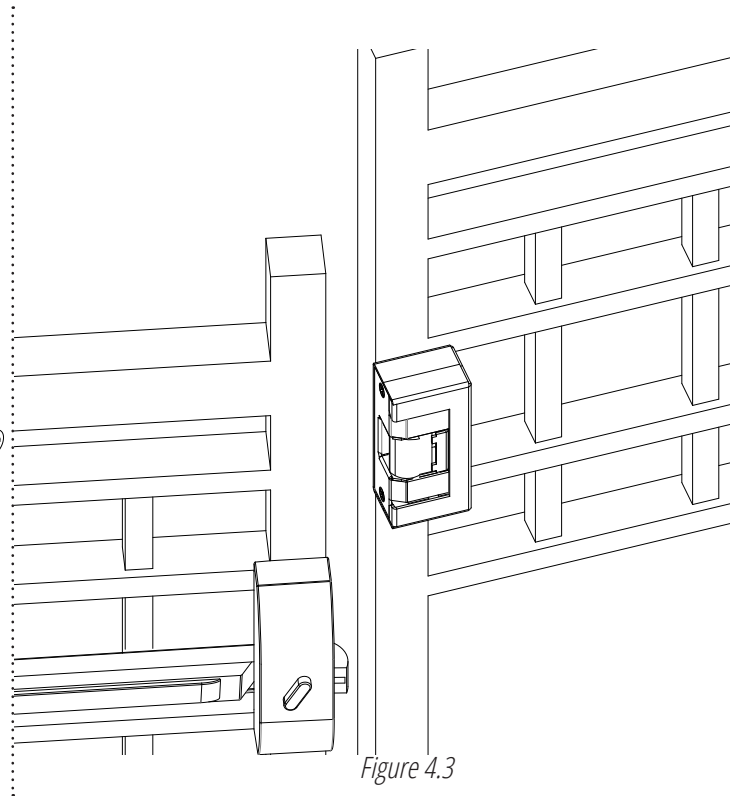

Figure 4.3
10. Fixez le boîtier de montage fourni sur le portail par soudage ou à l'aide de vis (voir figure 4.3).